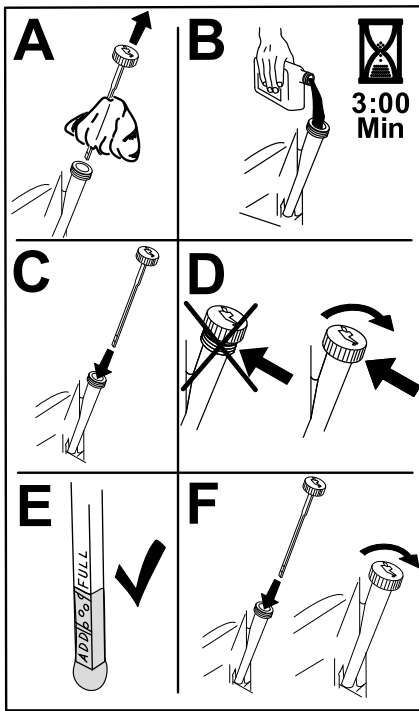

Bild 43
6. Gießen Sie langsam ungefähr 80 % der angegebenen Ölart in die Einfüllstutzen und füllen Sie dann vorsichtig mehr Öl ein, um den Ölstand an die Voll-Markierung zu bringen (Bild 43).